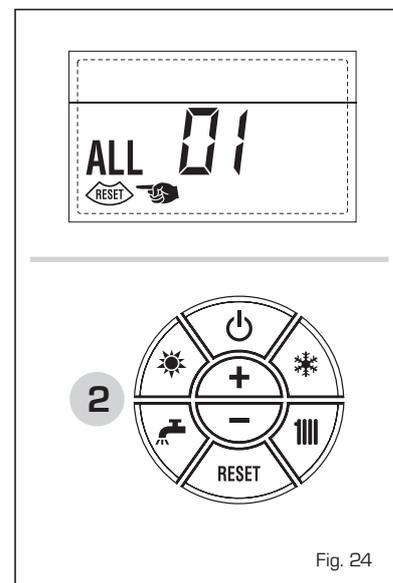

Fig. 24
- ANOMALÍA DESCARGA HUMOS "AL 01" (fig. 24)